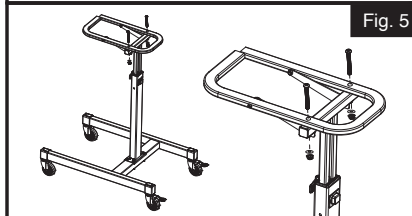

Fig. 5
7. Installez le cadre de la table à outils sur l'ensemble du cadre de support comme indiqué. Fixez-le à l'aide de deux vis M6, de rondelles M6 et d'écrous de blocage M6. (Fig. 5)